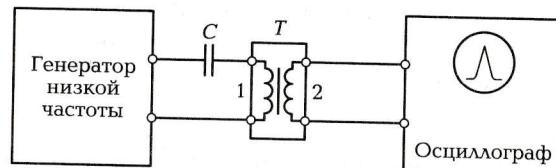

Рис. 3.2. Схема для проверки качества импульсных трансформаторов
2. Соберите на установочной плате схему, показанную на рис. 3.2 с включением исследуемого трансформатора  $T$ .